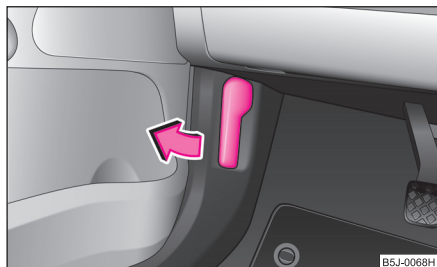

Abb. 167 Entriegelungshebel für Motorraumklappe
⇒ Abb. 167.
- Entriegeln Sie die Motorraumklappe ⇒ Abb. 167.